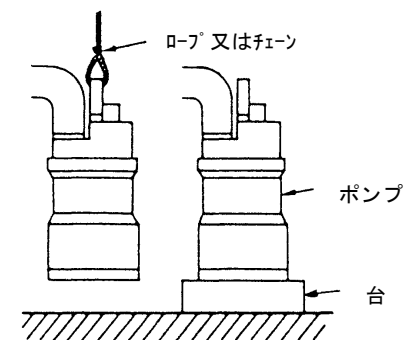

図 2
- (1) 運搬ならびに据付時はケーブルを絶対に引っ張らないでください。取手又は、取手にロープを取りつけて行ってください。
- (2) ポンプはなるべく立置でご使用ください。土砂の流入が多い場合や、ストレナが埋没するような土砂の場合は、ポンプを強固なロープ又は、チェーンで吊るすか台の上にポンプを置いてください(図 2)
- (3) 土砂の多い場所で連続湯水運転を行いますと、ポンプが短期間に摩耗することがあります。水の集まりやすい場所を選んでお使いください。
- (4) 配管及び据付時にポンプを壁などにぶついたり落とさないようにしてください。
- (5) 配管末端は水中に入れないでください。ポンプを停止したとき逆流します。
- (6) ケーブルは車のタイヤ等で踏まないように設置してください。
- (7) 排水槽はコンクリートのカス、紙、布、ビニール等が残らないよう十分清掃してください。